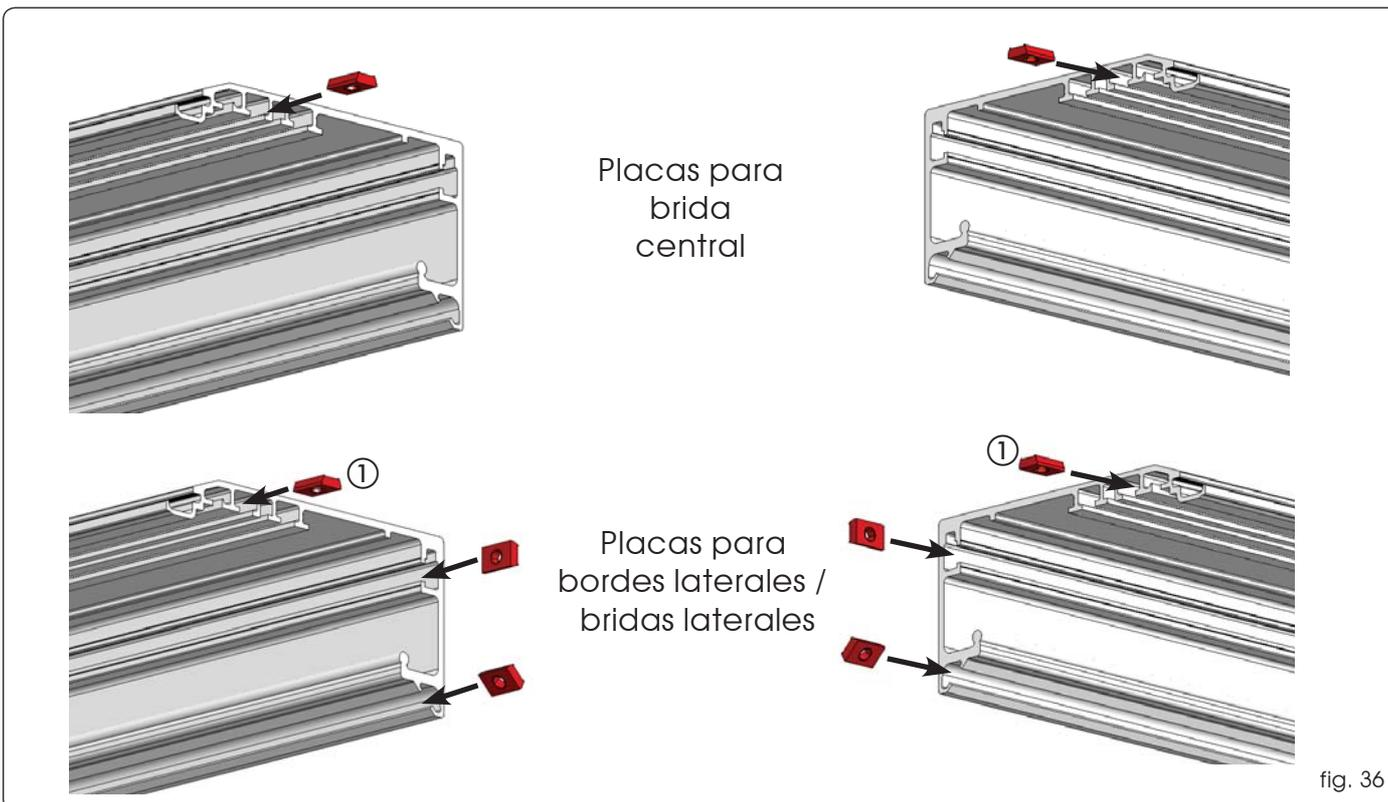

fig. 36
Para montar los bordes prepare 8 placas en el perfil del perfil de soporte para el montaje de los bordes laterales y de la brida central (para perfiles mayores de 3 metros) (fig. 36). Inserte 4 por un lado del perfil de sostén y 4 por el otro lado.
Si no se quieren montar los bordes laterales hay que montar 3 bridas de fijación del cárter, dos laterales y una central (para perfiles mayores de 3 metros), insertando, en vez de las 3 placas laterales, sólo una, como se indica en la fig. 36 ref. ①.